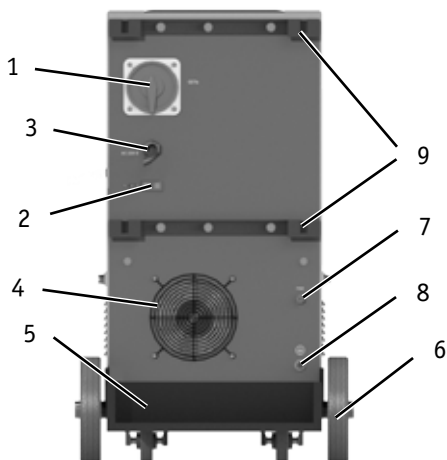

Рис. 6.2. Вид задней панели.
2. Подсоедините газовый шланг к газовому регулятору (п. 7, рис. 6.2) и к газовому редуктору, присоединенному к баллону. При подключении баллон и редуктор должны быть закрыты. Система зажигания, состоящая из газового баллона, редуктора и газового шланга, должна иметь плотные соединения (используйте винтовые хомуты), чтобы обеспечить надежную поддувку и защиту сварочного шва.